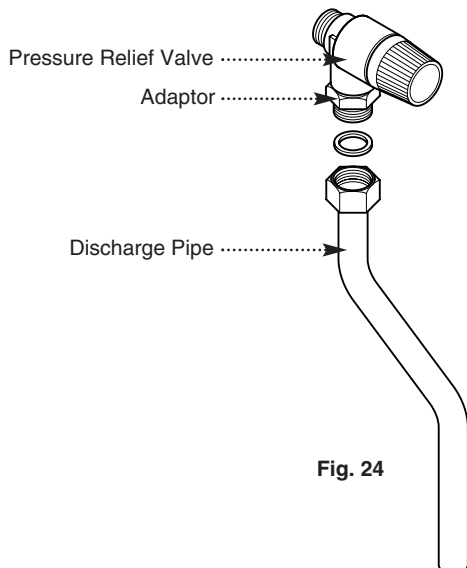

Fig. 24
8.3 Fitting the Pressure Relief Discharge Pipe (Fig. 24)